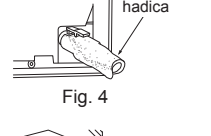

Fig. 4
- Zasuňte celú odtokovú hadicu do odtokovej misy v pravej zadnej časti interiérovej jednotky. (Fig. 4)
- Vložte odtokovú hadicu do stenovej priechodky (C) a zaveste hornú časť interiérovej jednotky na montážnu dosku (1). Potom posuňte interiérovú jednotku úplne doľava, aby ste si uľahčili umiestnenie potrubia v zadnej časti jednotky.